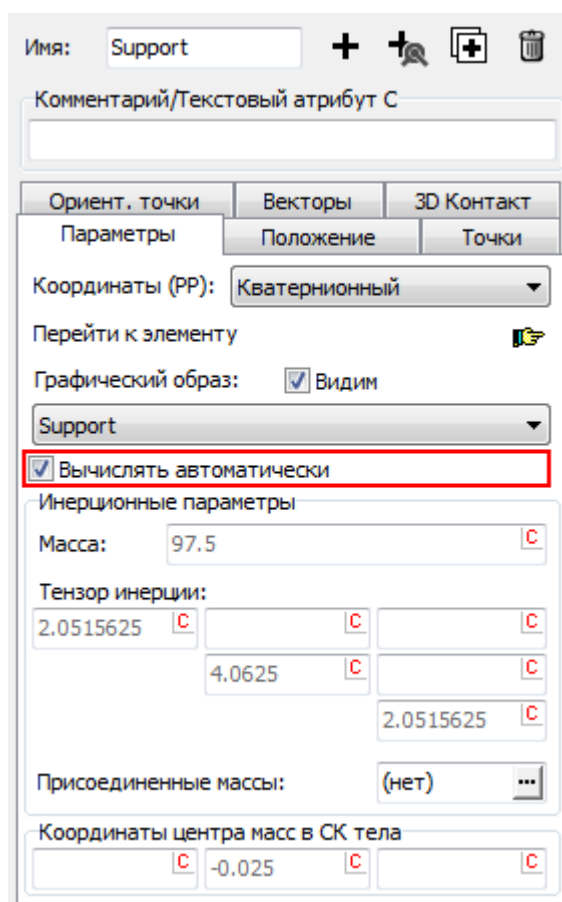

Рис. 3.3. Автоматическое вычисление инерционных параметров по графическому образу
4. Активируйте режим **Автоматический расчет инерционных параметров**, рис. 3.3. В этом режиме инерционные параметры рассчитываются автоматически по графическому образу, назначенному телу.
4. Для всех тел активируйте режим **Автоматический расчет инерционных параметров**, рис. 3.3.